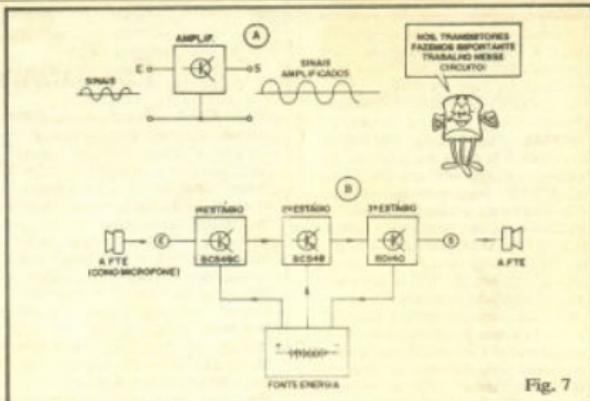
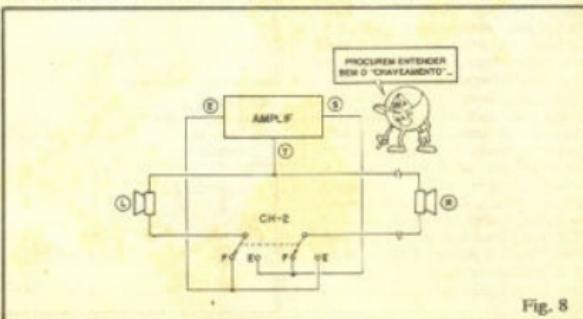

Fig. 7
Fig. 8
- FIG. 7-A - Todo o funcionamento do INTERCOMUNICADOR é baseado na ação de um importante componente, o TRANSISTOR, cuja estrutura semicondutora (feita, portanto, com os mesmos materiais usados nos DIODOS, porém em arranjo mais complexo, conforme veremos no futuro...) permite a amplificação dos sinais elétricos (pequeníssimas variações de tensão, relativamente rápidas, e que correspondem às variações de pressão do ar - som - devidamente "traduzidas" pelo alto-falante, usado como microfone no circuito). Em tese, um transistors "pega" esse sinal elétrico muito fraco e - uma vez devidamente energizado (por pilhas, bateria, etc.) e polarizado, "reforça" grandemente o sinal, apresentando-o, em sua saída, com idêntico formato e frequência (forma de onda e "velocidade" das variações...) porém com uma amplitude bem maior!
- FIG. 7-B - No circuito do INTERCOMUNICADOR usamos, por
- FIG. 8 - Todo o "truque" de funcionamento e simplificação do circuito do INTERCOMUNICADOR reside na "economia" obtida graças a um chaveamento simples! Normalmente, para que pudéssemos falar de "lá pra cá" e "daqui pra lá", seriam necessários dois sistemas completos, idênticos ao mostrado na fig. 7-B, porém, graças a providencial habilidade que os alto-falantes têm de "virar" microfone, fun-
cionando literalmente "ao contrário" na sua conversão energética, podemos utilizar um único sistema de amplificação e também um único transdutor (em cada estação)! A chave comutadora CH-2 faz todo o trabalho, conforme ilustra claramente o diagrama da fig. 8... Com a chave na posição "F" (LOCAL "fala" para REMOTO), conforme está na figura, o falante "L" encontra-se ligado à entrada (E) do amplificador, enquanto que o falante "R" está ligado à saída (S) do dito amplificador. Já com a chave na posição "E" (REMOTO "fala" para LOCAL), contrária a originalmente mostrada na figura, o falante "R" (REMOTO) passa a estar ligado à entrada (E) do amplificador, enquanto que o falante "L" (LOCAL) fica ligado à saída (S) do amplificador! Como uma das ligações dos dois alto-falantes é "comum" (ponto de "terra" - "T" - ligado ao negativo da alimentação...), economizamos também na própria cabagem entre as estações, reduzindo-a a apenas dois fios do cabo "paralelo" indicado! Notar ainda que, para efeitos puramente elétricos, não faz diferença que o falante REMOTO ("R") esteja "lá longe", afastado por duas dezenas de metros de fio (é lógico que isso "embute" capacidades e resistências "invisíveis", geradas pelo próprio cabo longo paralelo, porém tais "Gremlins" são dominados, no circuito do INTERCOMUNICADOR, que pode "desprezá-los" até certo ponto...).